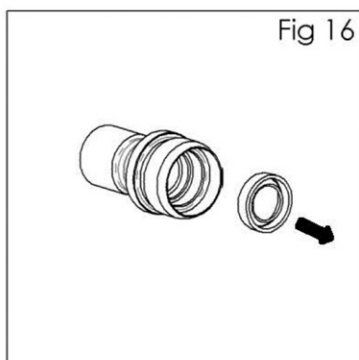

Fig 16
14. Retirez le joint arrière de la soupape d'air (22) du logement (27) à l'aide d'un crochet (Voir fig. 16).